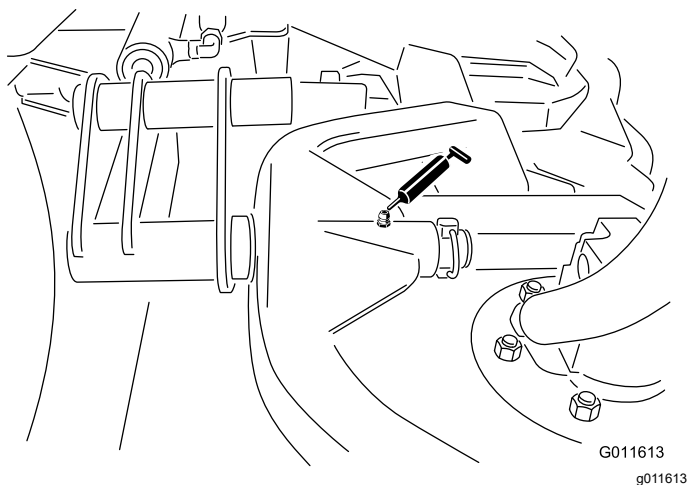

Figura 66
- Pivotal pentru cadrul de susinere al unității de tăiere (1 pentru fiecare) - Figura 66